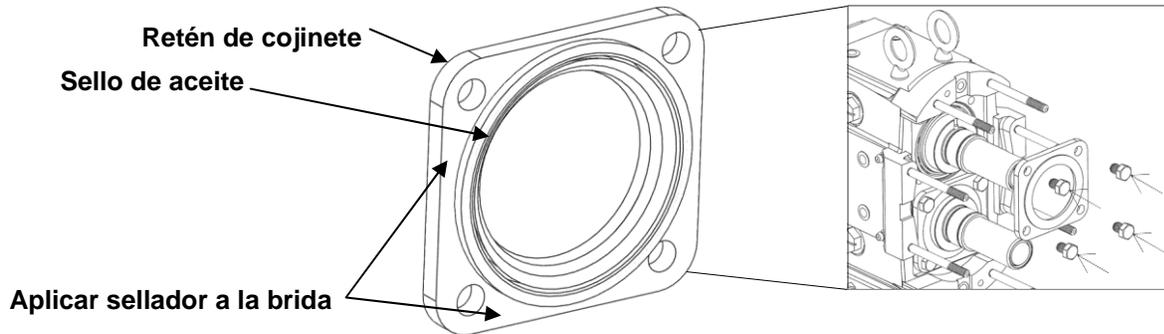

Figura 42: Instalación de retén de cojinete
6) Una vez alcanzada la holgura correcta de la cara posterior, llene todos los cojinetes con grasa a través de los accesorios de las almohadillas de montaje hasta que se note la grasa alrededor de los ensambles de cojinetes. Los ejes deben girarse durante este engrase inicial para distribuir la grasa uniformemente. Aplique una ligera película de lubricante a los diámetros interior y exterior de los sellos de aceite e instálelos en los retenes de los cojinetes. Aplique sellador de silicona a las bridas exteriores del retén del cojinete (Figura 42). Una vez aplicado el sellador de silicona, instale los retenes de los cojinetes y las placas de salpicadura en la caja de engranes. Use una calza de .004" para centrar correctamente las placas de salpicadura en los ejes para evitar el roce.